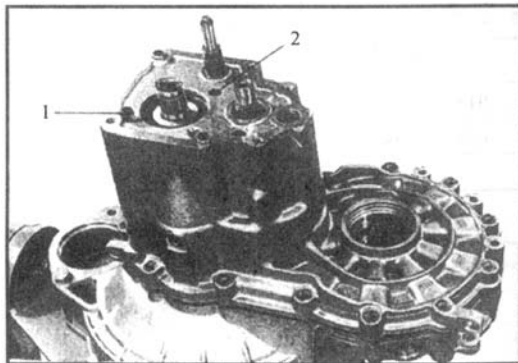

图 4-41 安装变速器（十）
(10) 用 M7 螺栓 1 旋入图 4-41 所示的螺纹孔，把住叉轴，用塑料锤头轻击变速器壳体，直至轴承露出，并位于正确的位置。旋入螺栓 2，用 $15\text{N} \cdot \text{m}$ 力矩拧紧。旋入倒档轴螺栓，并用 $25\text{N} \cdot \text{m}$ 力矩拧紧。旋入前后壳体紧固螺栓，并用 $25\text{N} \cdot \text{m}$ 力矩拧紧，用 $15\text{N} \cdot \text{m}$ 力矩将输入轴后轴承挡板拧紧。